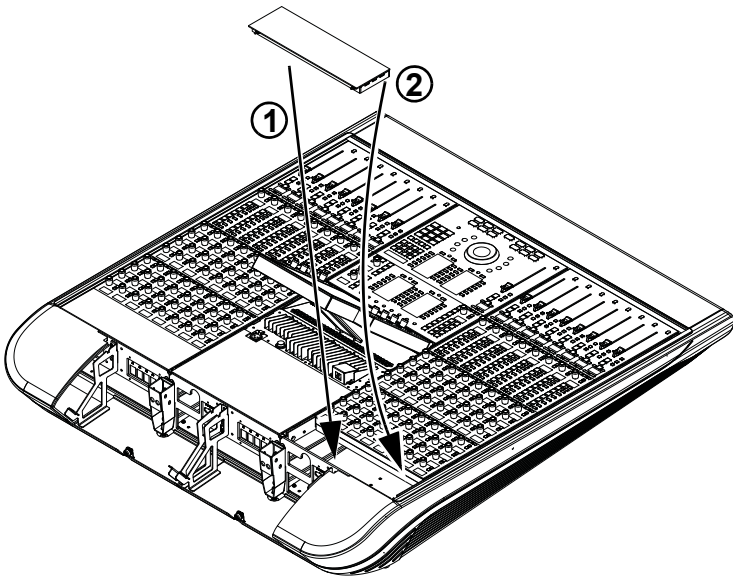

图 37 安装通道压板
- 3 按照一定角度将面板的弹簧一端放在盒架的后端，并施加足够的压力来压缩弹簧，然后将压板的前端边缘下压卡入盒架顶部（见图 37）。